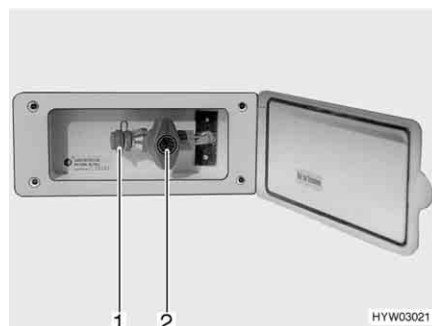

Bild 126 Externer Gasanschluss, Gasabsperrventil geschlossen
Der externe Gasanschluss (Bild 126) befindet sich vorne rechts neben dem Gaskasten.
- Externes Gasgerät an der Anschluss-Stelle (Bild 126,1) anschließen.
- Das Gasabsperrventil (Bild 126,2) öffnen.